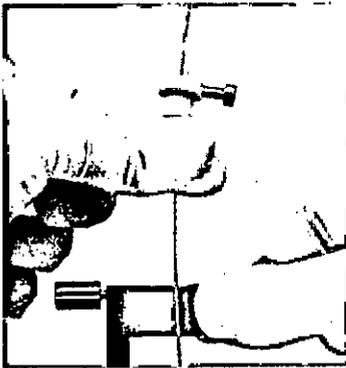

Figura 22
4. Inserte la guía y el adaptador del tope de profundidad (1,8 mm) en el soporte de guía. (Ver Figura 22)